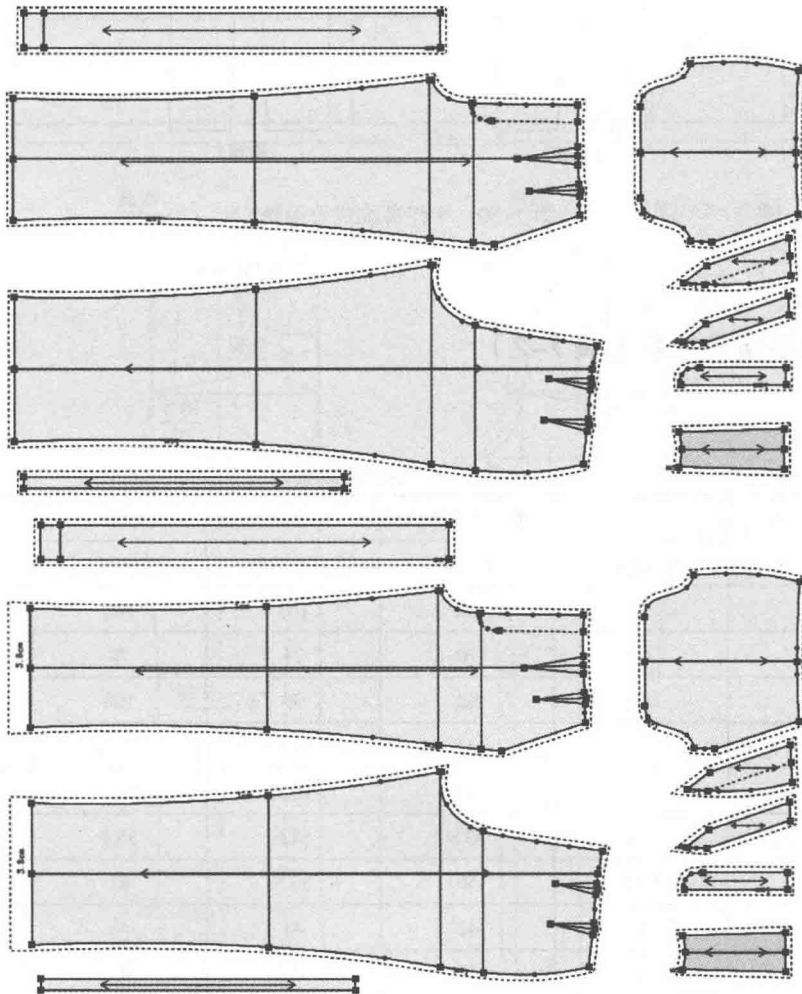

图 7-49 加缝份
(41) 加缝份(图7-49)。
①选择【加缝份】工具,将工作区的所有纸样统一加1cm缝份。
②将前后片裤口缝份修改为3.8cm。将耳仔缝份归零。